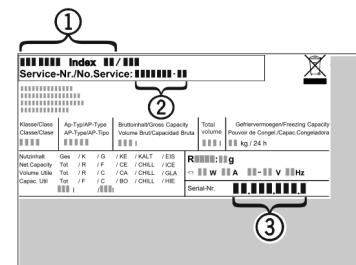

Fig. 7
- Očitajte naziv uređaja Fig. 7 (1), servisni broj Fig. 7 (2) i serijski broj Fig. 7 (3) s tipske pločice. Tipska pločica nalazi se na lijevoj unutarnjoj strani uređaja.
- Obavijestite službu za kupce i javite im kvar, naziv uređaja Fig. 7 (1), servisni broj Fig. 7 (2) i serijski broj Fig. 7 (3).